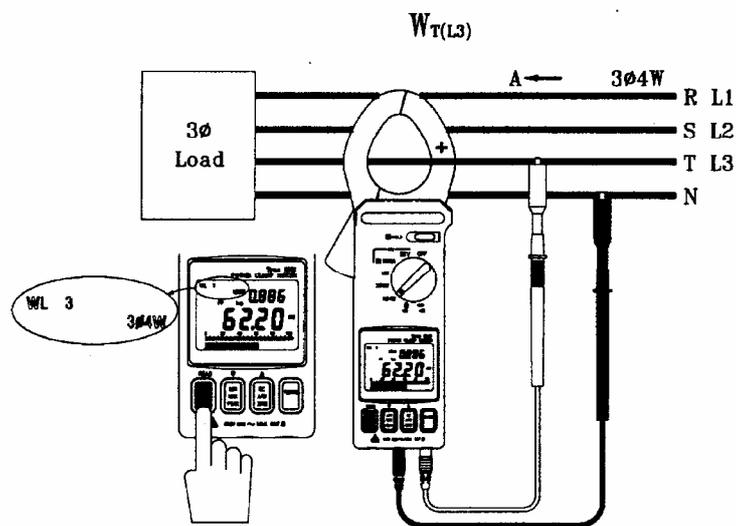

Рис. 9
3. Измерение мощности и коэффициента мощности на третьем проводнике  $W_{T(L3)}/PF_{T(L3)}$  (см. рис. 9)